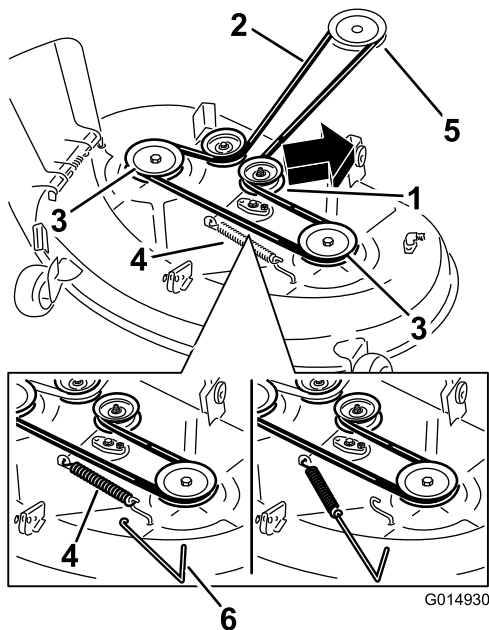
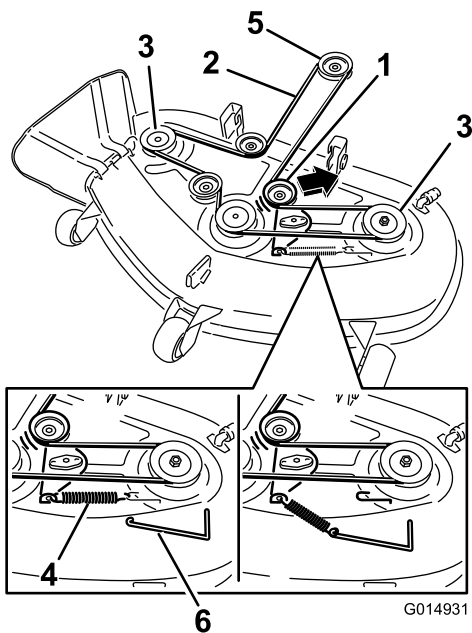

Bild 69
Bild 70
4. Entfernen Sie die Spannscheibenfeder mit einem Werkzeug zur Federentfernung (Toro Bestellnummer 92-5771) vom Mähwerkhaken, um die Spannung von der Spannscheibe zu nehmen, und rollen Sie den Riemen von den Spannscheiben (Bild 69 und Bild 70).
- Setzen Sie die Spannscheibenfeder mit einem Werkzeug zur Federentfernung (Toro Bestellnummer 92-5771) auf den Mähwerkhebeln, um die Spannscheibe und den Mähwerkriemen zu spannen (Bild 69 und Bild 70).
- Legen Sie den neuen Riemen um die Motor- und Mähwerkspannscheiben (Bild 70).